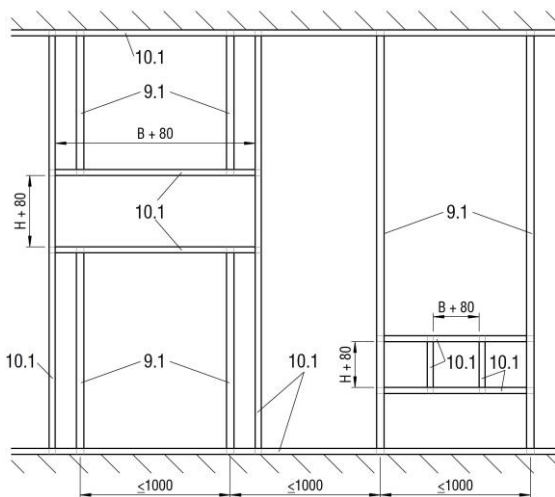

Abbildung 35: Metallständerwerk mit erforderlichen Auswechslungen für Nasseinbau (Schachtwand)
- Metallständerwerk der Wand gemäß den Angaben des Wandherstellers herstellen und Auswechslungen entsprechend der Abbildung 35 vorsehen.